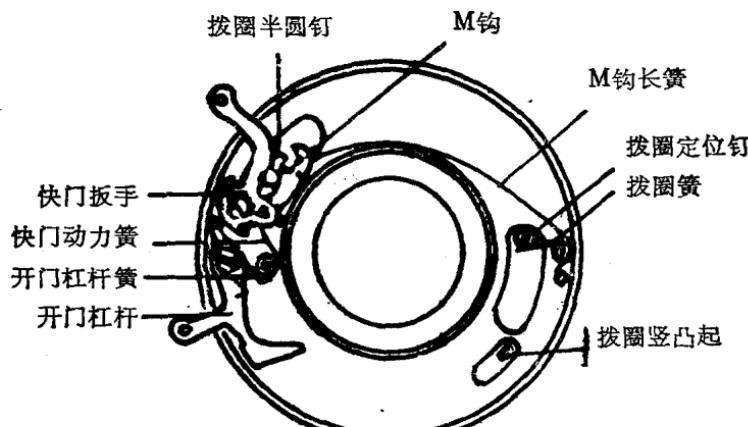

图 1—1
①快门主体部分是快门完成曝光工作的最基本的部分，它包括快门扳手和它下边的动力簧、快门拨圈和拨圈簧、快门扳手的M勾和M勾簧、快门叶片和开门杠杆等。如图1—1所示。
②快门的调速部分主要指固定在慢门固定板上扇形齿板、齿轮、卡子轮和卡子等机件，此外还包括调整快门速度的调速盘和B门叉（控制产生B门用），如图1—2所示。